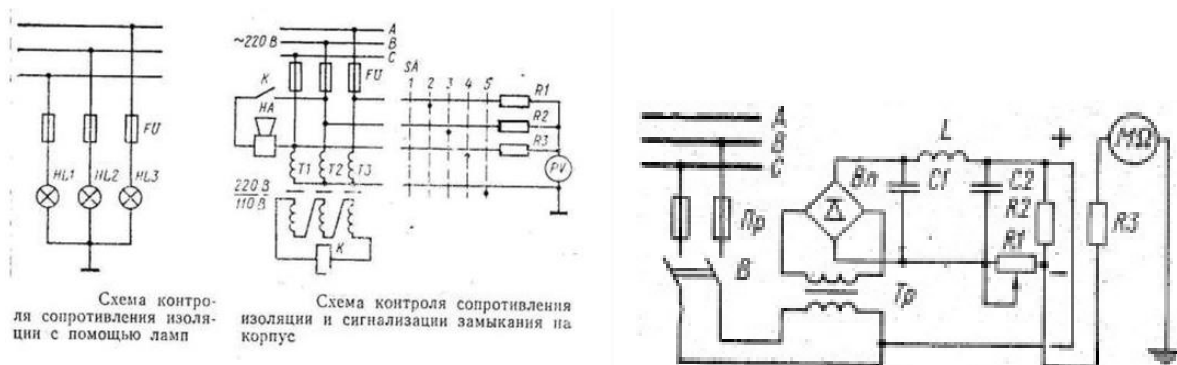

Рис.1
1. Методы контроля сопротивления изоляции в судовых условиях. Электрические схемы, применяемые для измерения сопротивления изоляции (рис.1), требования РКО, нормы сопротивления изоляции, ТБ при эксплуатации электроизмерительных приборов.